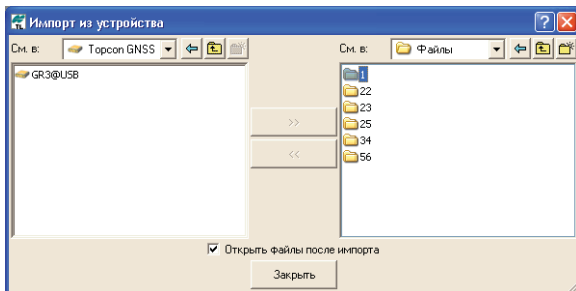

Рис. 5-4. Окно “Импорт из устройства”
- В диалоговом окне **Импорт из устройства**, в левой его части, откройте папку *Topcon Receivers* (Рис. 5-4).
Программа осуществит автоматический поиск приемников Topcon, подсоединенных ко всем имеющимся на компьютере портам COM и USB. После окончания процесса поиска будут отображены значки, обозначающие все приемники, подсоединенные к портам компьютера (Рис. 5-4).